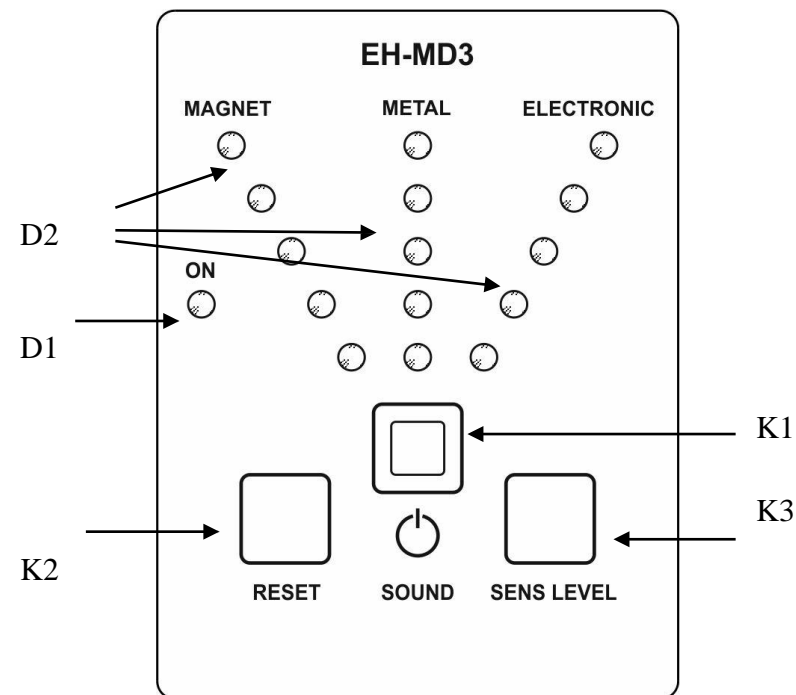

Рисунок 2
- Включить устройство нажатием кнопки K1, светодиодный индикатор включения питания (D1) загорится зеленым (рис.2). Через несколько секунд детектор издает короткий звуковой сигнал, затем светодиодный индикатор детекторов (D2) гаснет (допускается редкое мигание первых светодиодных индикаторов D2).